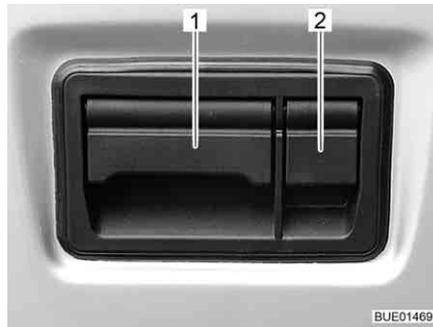

Fig. 35 Serratura dello sportello cofano posteriore, esterno
- Aprire lo sportellino di protezione (Fig. 35,2).
- Tirare verso l'alto lo sportellino (Fig. 35,1) ed aprire il cofano posteriore.